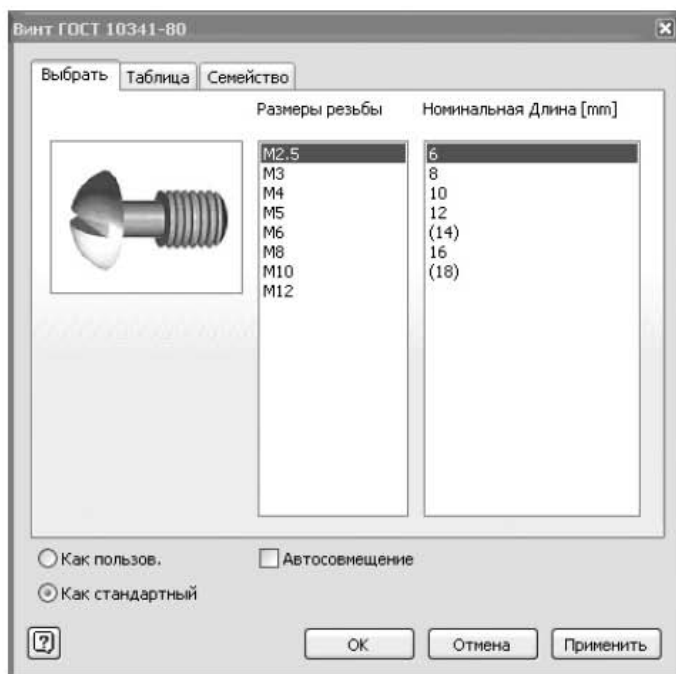
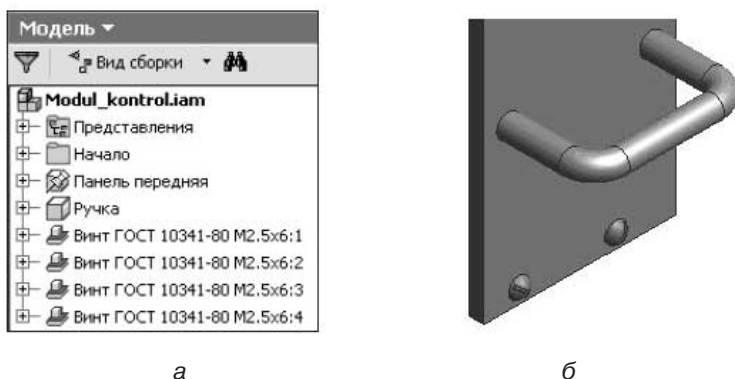

Рис. 9.78. Вставка в сборку библиотечного элемента и расположение его в посадочном отверстии
Рис. 9.79. Назначение зависимостей: а — фрагмент браузера; б — винты, вставленные в ПП
- Выберите раздел **Крепежные изделия** ▶ **Болты Винты** ▶ **С полукруглой головкой** ▶ **Винт ГОСТ 10341–80**. Задайте нужные параметры (диаметр **2,5 мм**, длина **6 мм**) (рис. 9.78). Вставьте 4 винта в стороне от сборки, стандартные изделия появятся в браузере (рис. 9.79, *а*).
- Назначьте зависимости (выбрав **Сборка** ▶ **Позиция** ▶ **Зависимость** ) **Совмещение осей отверстия и винта**, плоскости шляпки винта и лицевой плоскости ПП. В результате винты займут положение, показанное на рис. 9.79, *б*.